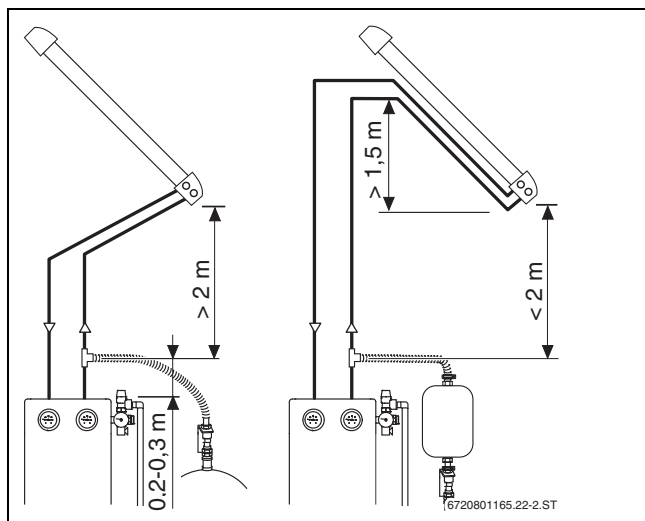

Bild 16 Abstand zum Kollektorfeld (Vakuümrohrenkollektoren)
- Am Kollektorfeld mit Vorlauf und Rücklauf einen „Leitungssack“ von mindestens 1,5 m Höhe bilden (→ Bild 16).